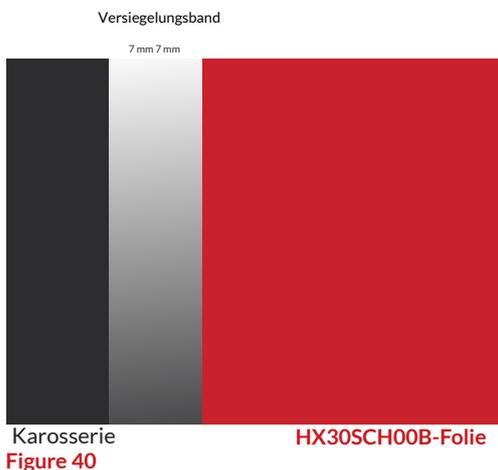

Figure 40
- › Den Streifen so aufkleben, dass er zu einer Hälfte auf der Karosserie und zur anderen Hälfte auf der Super-Chrom-Folie aufliegt. (Abb. 40)